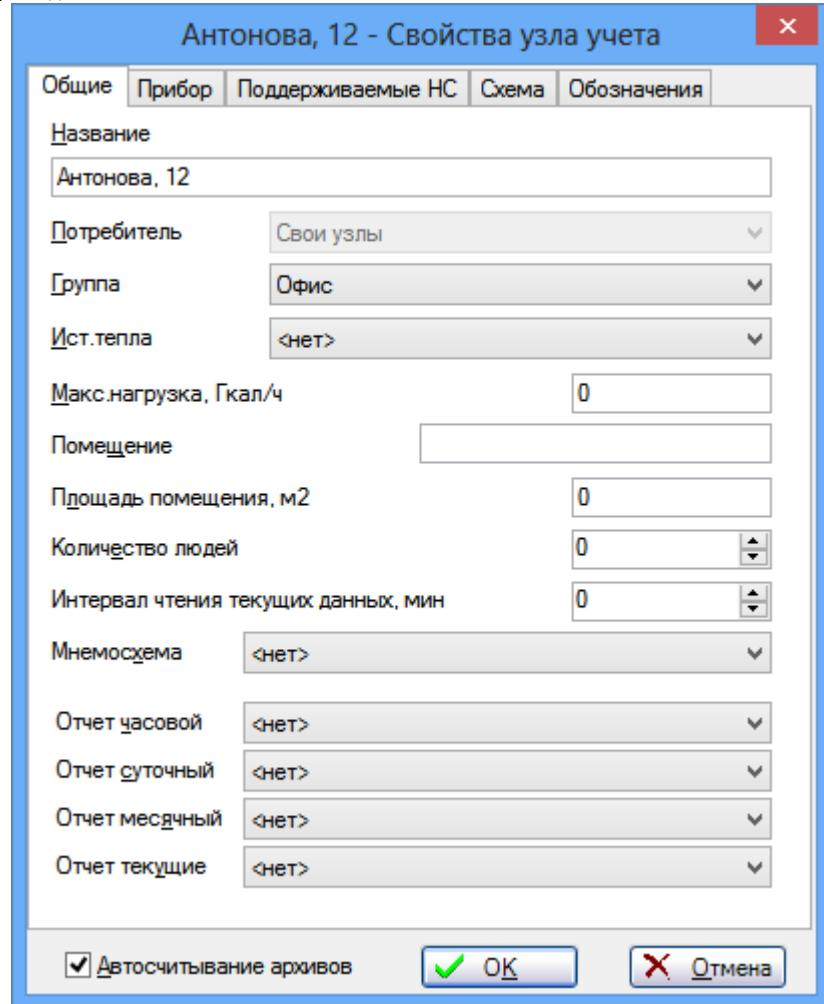

Рис. 42 Окно свойств узла учета (Общие свойства)
- В появившемся окне задайте свойства нового узла (Рис. 42) и нажмите **OK**. В дереве объектов появится новый узел учета.